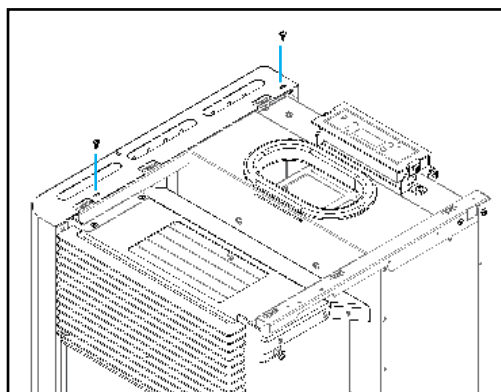

Figura 98 – Fixação das capas laterais na parte superior
e) Repetir o processo realizado no ponto c e d deste capítulo para as outras envoltentes (fazer coincidir os furos da capa com os furos existentes na estrutura) e apertá-las utilizando quatro parafusos **B** (DIN 7981 4,2x9,5), dois em cada lado, como demonstra a Figura 98.